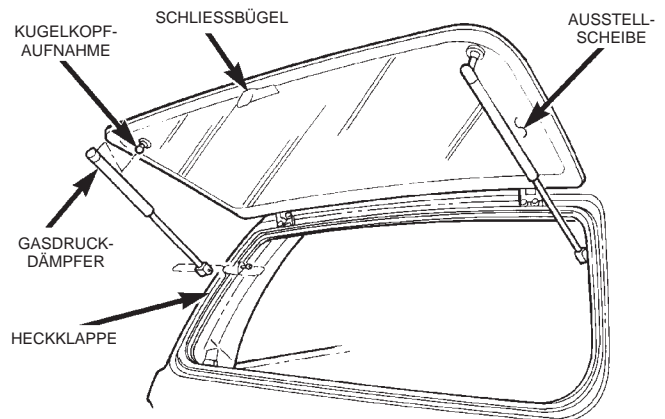

Abb. 66 Gasdruckdämpfer
- (1) Obere Verkleidung der Heckklappe abbauen.
- (2) Ausstellscheibe der Heckklappe zur Erleichterung der Arbeiten öffnen.
- (3) Mit einem flachen Schraubendreher oder einem Werkzeug mit flacher Klinge vorsichtig die Haltenasen an den Enden der Gasdruckdämpfer aufhebeln.
- (4) Gasdruckdämpfer aus den Kugelkopfaufnahmen ausbauen (Abb. 66).